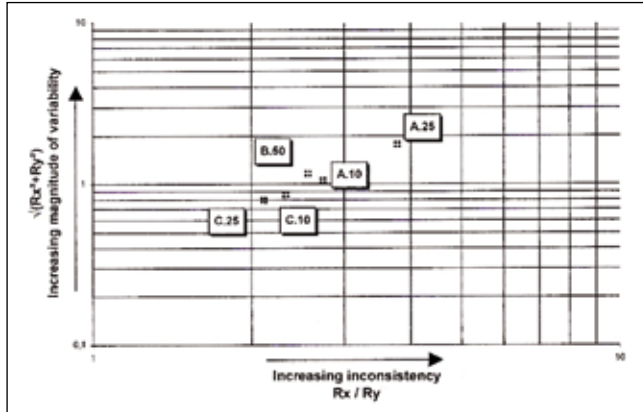

Figura 5 – Classificazione dei fili; molla disegno No. 1
- Molla disegno No. 1 (Figura 5). Questa molla ha un basso indice di elasticità pari a 2.9, che rappresenta una grave condizione di avvolgimento (*elevato attrito ed elevato livello di tensione*). I campioni di filo C10 e C25 danno i risultati migliori rispetto ai campioni A10 e A25. La qualità del lubrificante (*tramite il coefficiente di attrito*) ha una forte influenza, mentre la ampiezza/quantità della variazione del carico di rottura risulta meno influente. Il medesimo comportamento è stato osservato per la molla disegno No. 2 (*indice di elasticità = 5.4.*).